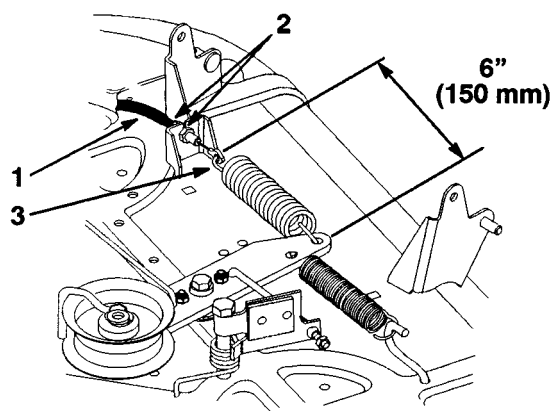

Fig. 47
12. Innestare la leva di comando della lama (presa di forza) sulla plancia. Misurare la distanza fra le estremità a gancio della molla di rinvio (Fig. 47). Regolare i controdadi fino ad ottenere la dimensione di 150 mm (Fig. 47).